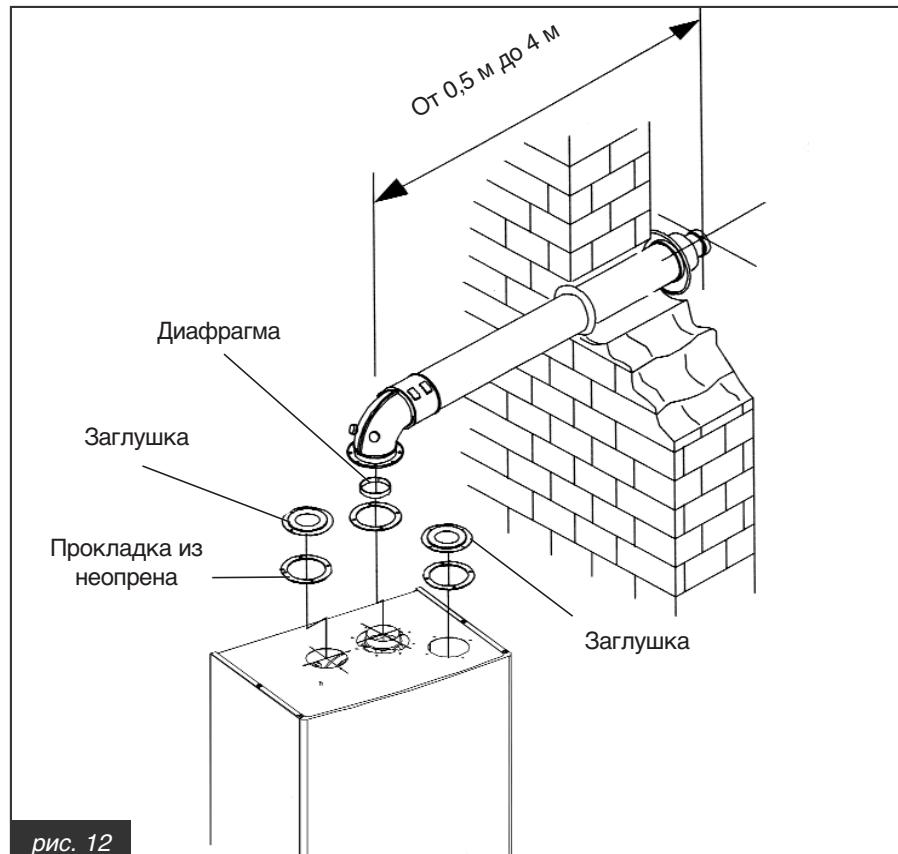

рис. 12
- вытяжной блок должен находиться выше уровня точки крепления вытяжной трубы к котлу минимум на 1,5 м (см. рис. 12).
#### Использование диафрагм, поставляемых с котлом (рис. 12)